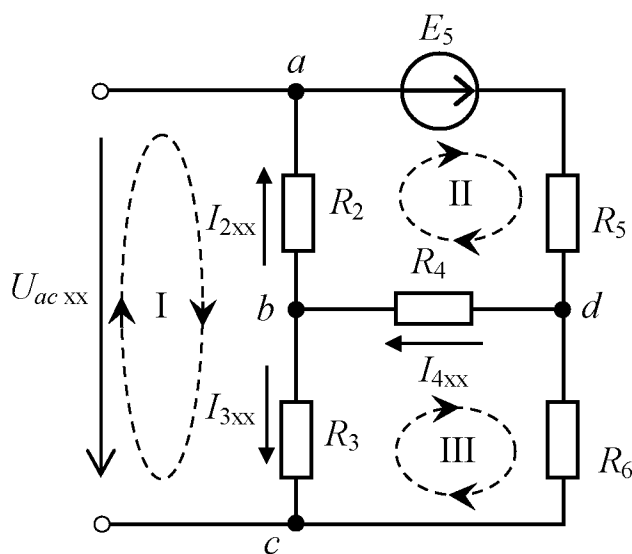

Рис. 1.37
- 1) Определение ЭДС эквивалентного генератора -  $E_{ЭГ}$  (рис. 1.37).